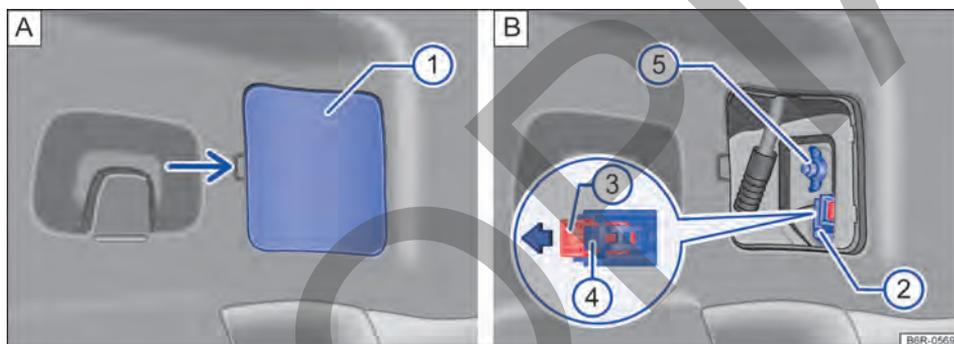

Fig. 139 Lateralmente en el compartimento de carga: A: desmontar la cubierta, B: quitar el grupo óptico trasero.
3. Retirar con cuidado la cubierta ① → fig. 139 A.
4. Retirar el conector de alimentación, primero tirar de la traba roja ③ en el conector ② en el sentido de la flecha → fig. 139 B. Para ayudar, utilizar un destornillador.
5. Presionar el bloqueo ④ y retirar el conector ② → fig. 139 B.
6. Soltar el tornillo mariposa ⑤ → fig. 139 B y retirarlo, sosteniendo al mismo tiempo, el grupo óptico trasero.
7. Tirar cuidadosamente de la linterna trasera hacia afuera, para desencajarla de la carrocería → ①.
17. Sostener el grupo óptico trasero en la posición de montaje con una de las manos y atornillar con la otra el tornillo mariposa ⑤ → fig. 139 B.
19. Colocar el conector ② en el soporte de las lámparas y presionar el bloqueo ③ en la dirección contraria a la flecha en el conector → fig. 139 B.